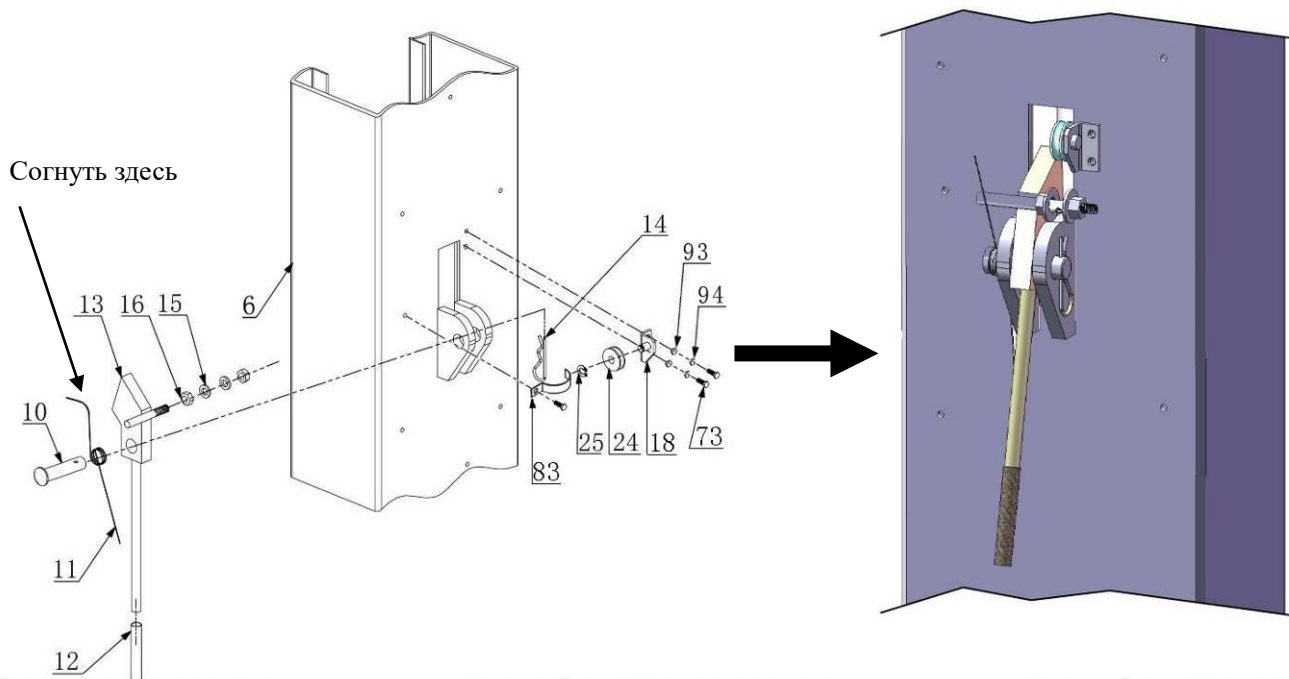

Рис. 19 Предохранительное устройство на ведущей стойке
**I. Установите предохранительное устройство (см. рис. 19 и 20).**